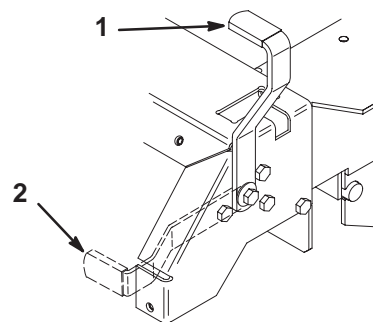

Figure 5
2. Tirez le frein de stationnement en arrière et vers le haut pour le serrer (Fig. 5). Le levier de frein de stationnement doit rester fermement en position Serrée.
Poussez le levier du frein de stationnement vers l'avant et vers le bas (Fig. 5) afin de le desserrer.